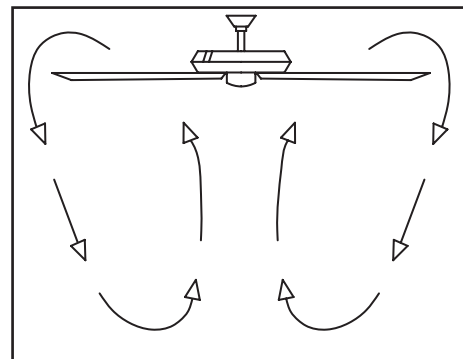

Figura 17
**Clima frío** - (Reversa) Un flujo de aire hacia arriba desplaza el aire cálido lejos del techo, como se muestra en la Figura 17. Esto te permite fijar tu unidad de calefacción en configuración más baja sin afectar tu comodidad.